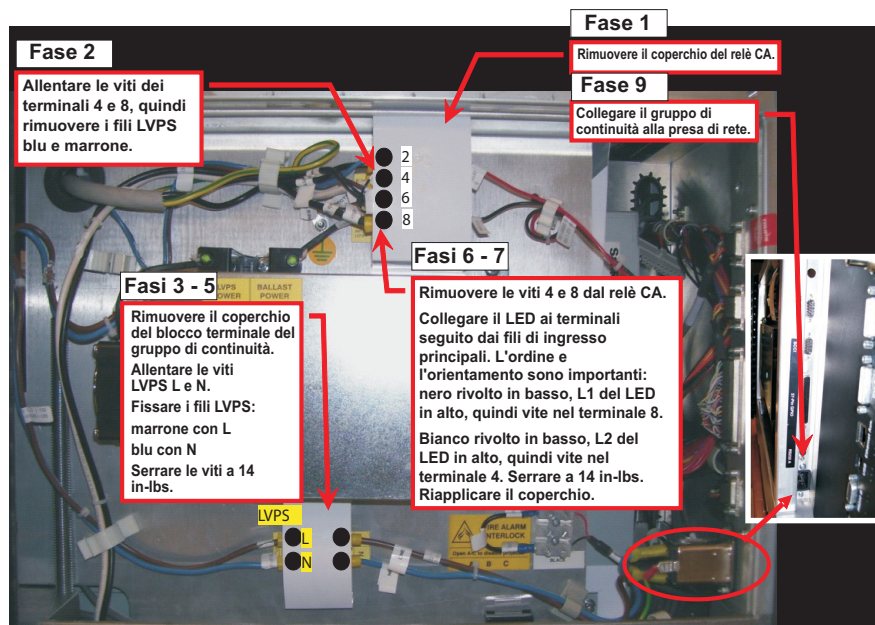

Figura 2-18 Nuovo cablaggio per gruppo di continuità UPS
5. Prendere i cavi marrone e blu precedentemente attaccati al relè CA e collegarli al terminale del dispositivo LVPS. Attaccare il cavo marrone al terminale L e il cavo blu al terminale N come illustrato in **Figura 2-18**. Serrare le viti con coppia di serraggio di 14 in/lbs. Utilizzare dispositivi di fissaggio per fissare i cavi in modo saldo. Riapplicare il coperchio.